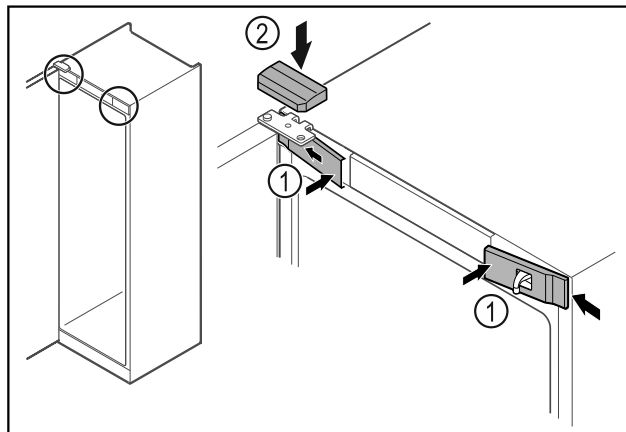

Fig. 47
- ▶ Закачете предните капаци Fig. 47 (1) от страни и фиксирайте.
- ▶ Фиксирайте горния капак Fig. 47 (2) отгоре.